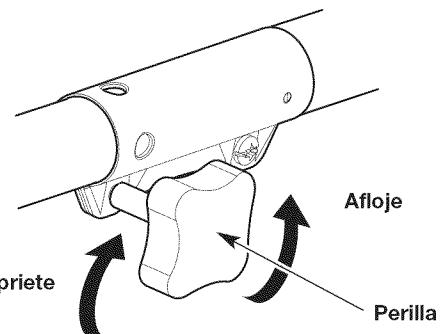

Fig. 4
3. Gire la perilla en el sentido contrario a las agujas del reloj para aflojar el acoplador (Fig. 4).
6. Gire la perilla en el sentido de las agujas del reloj para apretar el acoplador (Fig. 4).
2. Gire la perilla en el sentido contrario a las agujas del reloj para aflojar el acoplador (Fig. 4).
1. Gire la perilla en el sentido contrario a las agujas del reloj para aflojar el acoplador (Fig. 4). Consulte *Funcionamiento del Acoplador* en la sección *Montaje*.
4. Gire la perilla en el sentido de las agujas del reloj para apretar el acoplador (Fig. 4).